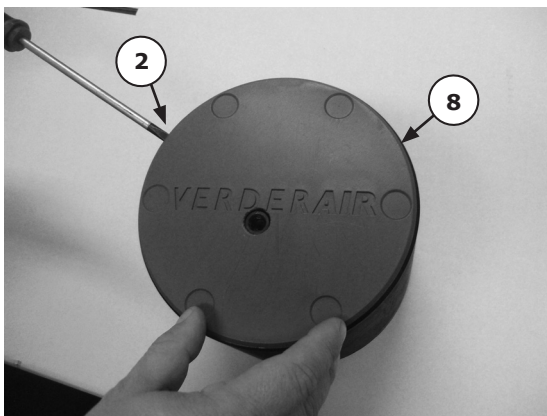

Abbildung 1
Nehmen Sie die Abdeckung (8) ab, indem Sie einen Schraubendreher behutsam in die Vertiefung des Luftabschnitts (2) schieben (siehe Abbildung 1).